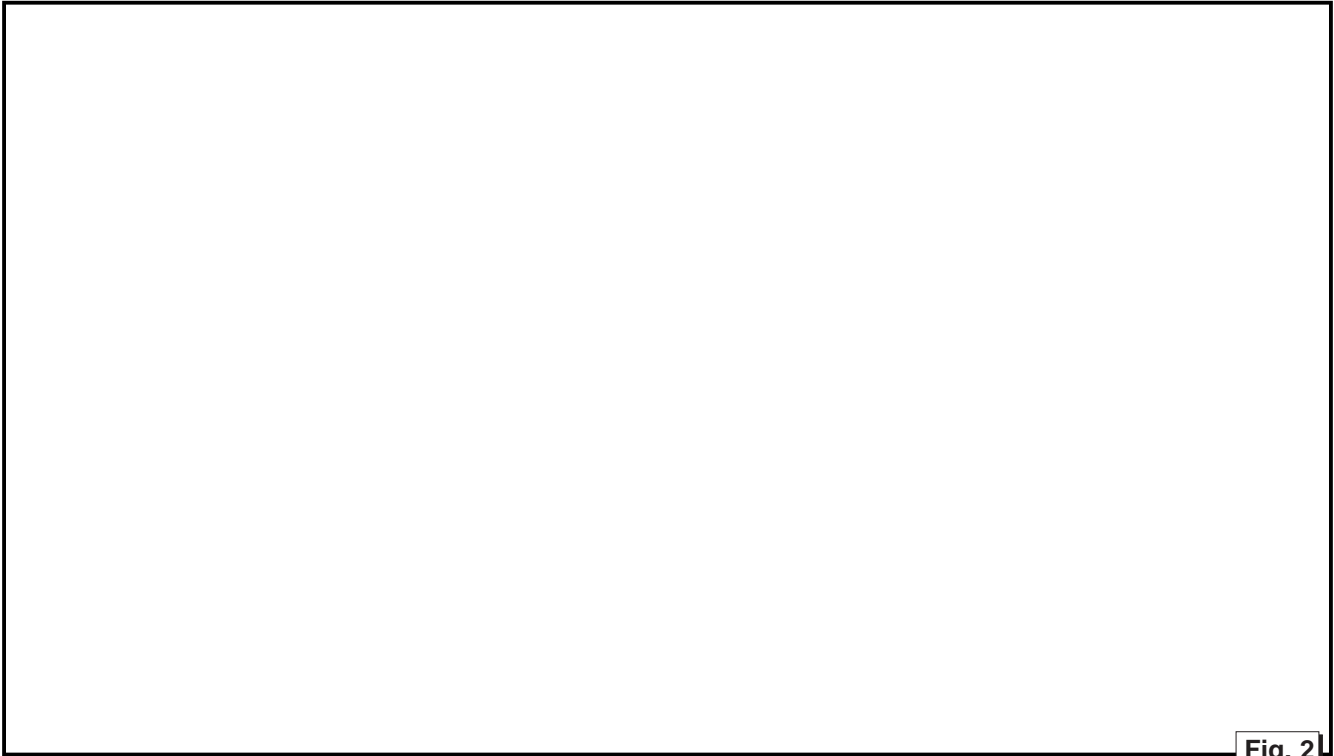

Fig. 2
6.2.1 Levigatura di pannelli (fig. 2)
6.2.1 Sanding of the panel (fig. 2)